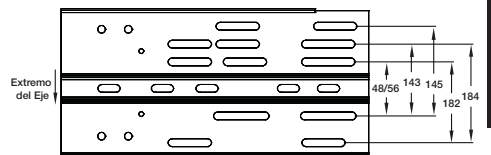

Figura 8 — Posiciones de Montaje del Motor según el Tamaño del Bastidor del Motor
- Fije el motor a la placa con la ayuda de las partes metálicas que se proporcionan. Los orificios se alinearán cuando el bastidor del motor (extremo del eje) esté a nivel con el borde de la placa del motor. Las partes para el montaje del motor se incluyen en el kit de partes adosado al marco del impulsor. Consulte la Figura 8 para conocer la posición de montaje según el tamaño del bastidor del motor. Consulte la página 8 para conocer el contenido del juego.